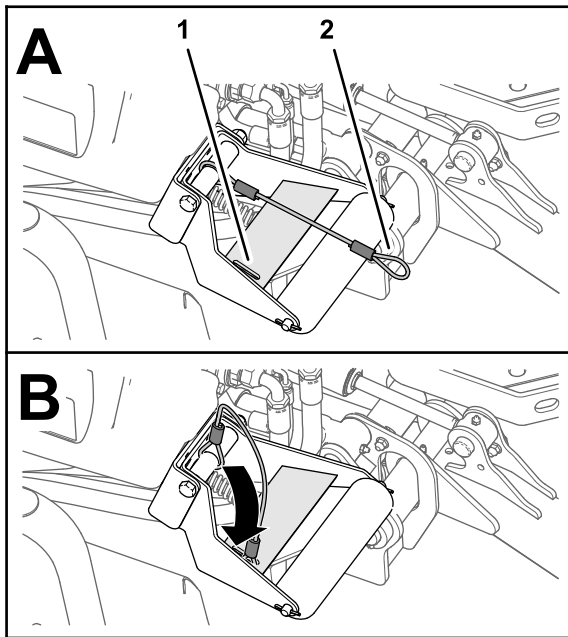

Figura 34
4. Con las unidades de corte bajadas, introduzca el bucle del cordón en la ranura de la placa de refuerzo del soporte del rodillo (Figura 34).